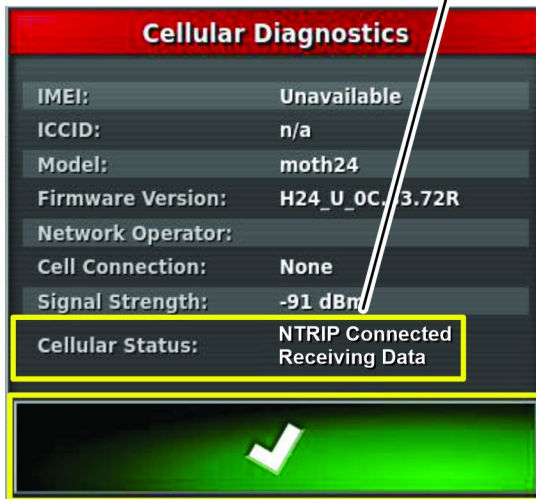

図 245
4. 携帯診断アイコンを押し、携帯電話通信の状態の表示が N-TRIP 接続データ受信中 図 245 となることを確認する。